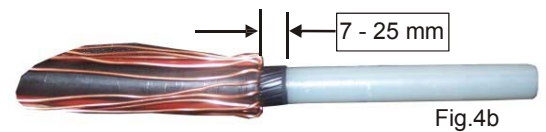

Fig.4b
- Wenn die Leitschicht noch weiter abgesetzt werden muss, kann das IT-1000-017-20 Gerät im umgedrehten Modus minimale Abstände von 7 mm ermöglichen. (Fig.4b)